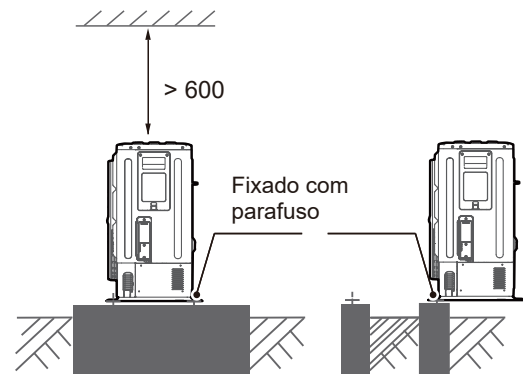

Figura 5-1
- Construa uma fundação em cimento de acordo com as especificações das unidades de exterior (consulte a Figura 5-1).
- Aperte firmemente os pés desta unidade com parafusos para impedir um colapso no caso de sismo ou vento forte (consulte a Figura 5-1).